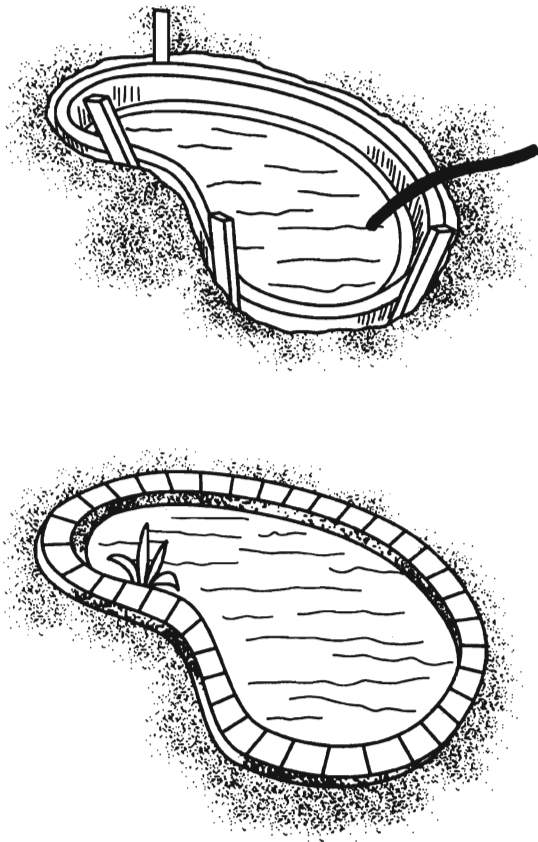

Рис. 7. Укрепление стенок формы в котловане и залив воды
*Этап IV.* Затем форму устанавливают в углубление, зафиксировав ее ровное положение в нескольких местах кольями, а образовавшиеся щели между краями формы и котлована засыпают песком или галькой. Заливают воду (рис. 7).